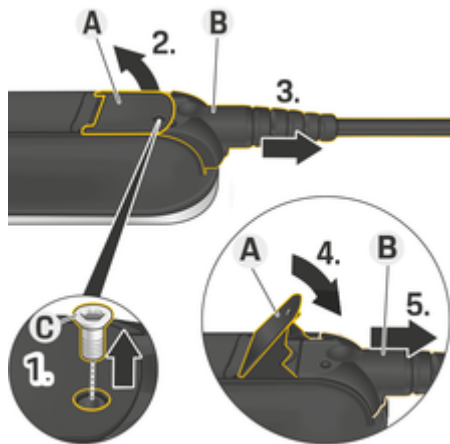

図. 8: ケーブルの切り離し
- 1. 適切なツールを使用して、スクリュー **C** (図. 8) を取り外します。
- 2. リフトレバー **A** (図. 8)。
- 3. 抵抗を感じる所までプラグ **B** (図. 8) を引き出します。